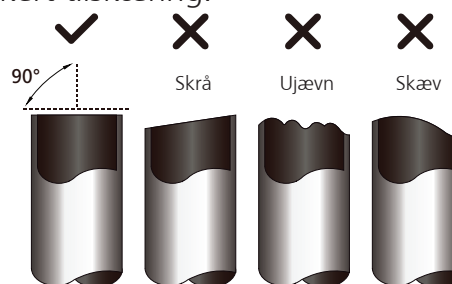

Fig. 6.1
3. Sørg for, at røret er skåret i en perfekt 90°-vinkel. Se **Fig. 6.1** for eksempler på forkert tilskæring.